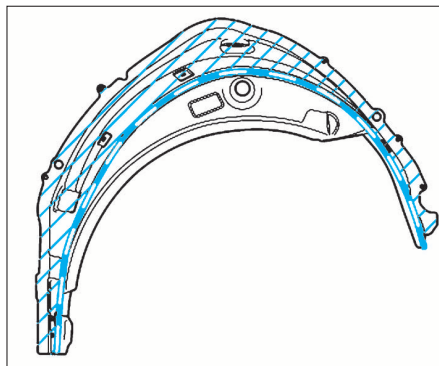

FIG. 25
- Reporter la ligne de découpe sur la pièce neuve en ajoutant 15 mm pour le chevauchement, puis découper la zone hachurée (Fig.25).